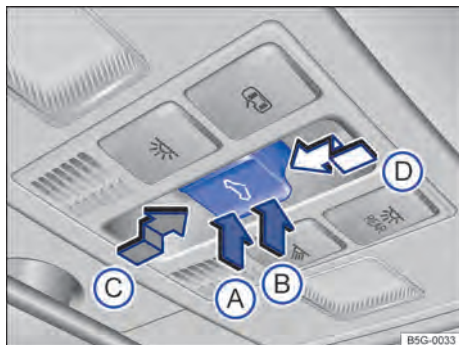

Fig. 54 No revestimento do teto: botão do teto de vidro.
Função	Ação → Fig. 54
O botão → Fig. 54 é de 2 níveis. No 1º nível o teto pode ser totalmente ou parcialmente levantado, aberto ou fechado.
- *Teto de vidro*: dentro de aproximadamente 5 segundos após a liberação do limitador de força, pressionar o botão  → Fig. 54 até o 2º estágio na direção da seta → Fig. 54 ⓘ, até que o teto de vidro esteja totalmente fechado.